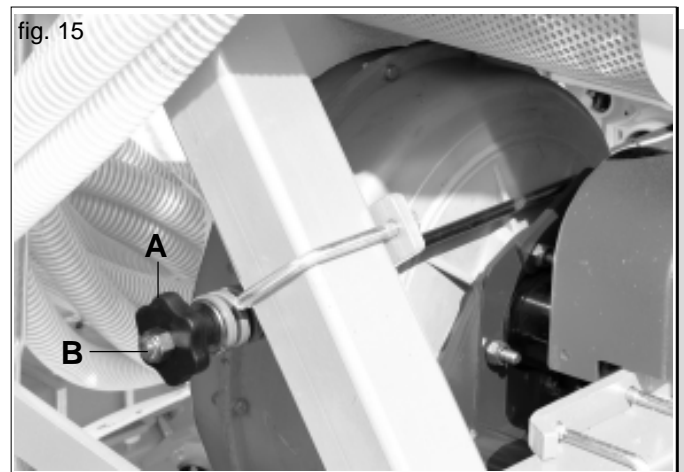
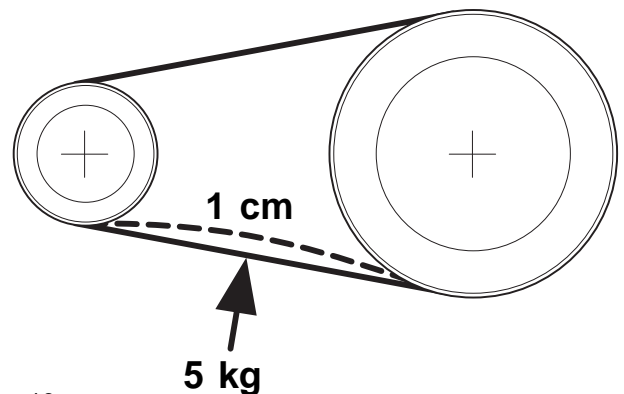

fig. 15
fig. 16
- 2) Riemen Spannung mit dem Handrad "A" (Fig. 15) einstellen. Im mittleren Abschnitt zwischen den beiden Riemenscheiben mit einer Kraft von 5 kg auf den Riemen drücken. Der einzelnen Riemen muß sich um 1 cm (max.) eindrücken lassen (Abb. 16).
Zum Riemenwechsel Riemen komplett durch Loosen von Handrad A (Fig. 15) entspannen.
Achtung: Nie die Stopmutter "B" (Fig. 15) entfernen!
- 1) Die Riemen mittels des Handrad (A Abb. 15) lockern, die Schutzverkleidungen (A, B Abb. 11) abnehmen und die Treibriemen entfernen.
Die pro Hektar auszustreuende Saatgutmenge wird mittels des Dosiergerätes (Abb. 15) eingestellt, indem der Schieber (F) mittels des Schraubzapfens (D) verschoben wird. Die Positionen der Dosierskala (Abb. 28) entsprechen den Werten der Einstellungstabelle in der linken Spalte (Tabella 5, Seite 70).